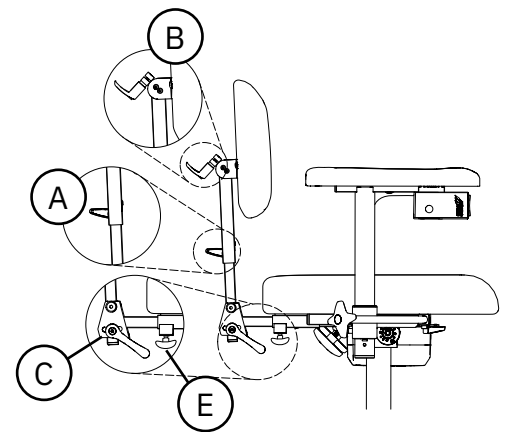

Abb. 5.27. Rückenlehnenmechanismus Medic.
Bei der Medic-Ausführung können die Höhe (A), der Winkel der Rückenlehne (B), der Winkel der Rückenlehnenfunktion (C) und die Tiefe eingestellt werden, siehe Abb. 5.27. Die Rückenlehnenfunktion erlaubt eine Neigung der Rückenlehne von bis zu 15° nach vorn und 45° nach hinten.